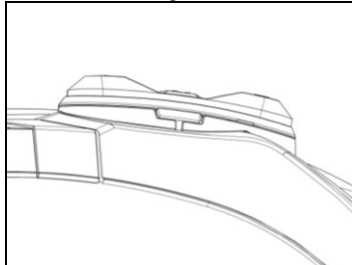

Fig. 21
- Koppel het toetsenbord vast aan de helm door de haken vast te klikken (Fig. 21).